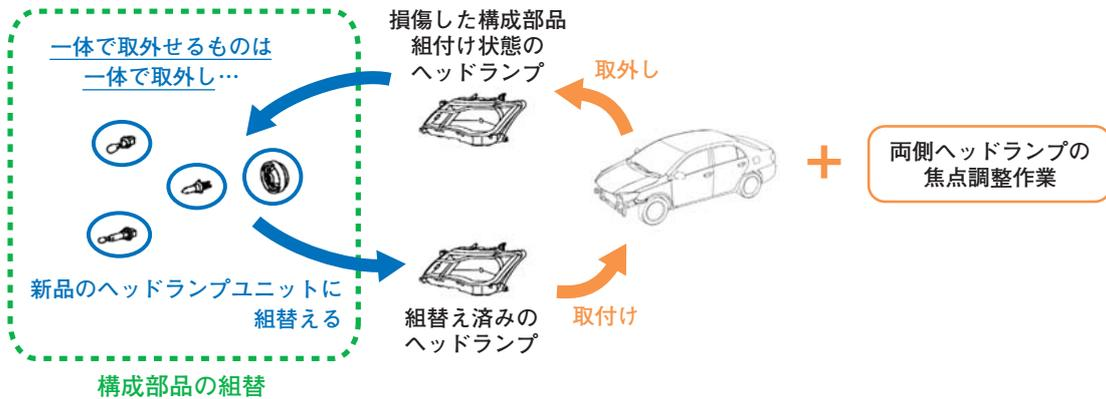

図6 ヘッドランプユニット取替作業のイメージ
a. 「ヘッドランプ Assy 取替」に加えて「ユニット取替」が設定されています。「ユニット取替」は、構成部品を一体で取外せるものは一体で取外して新しいユニットに組替える作業です (図6)。